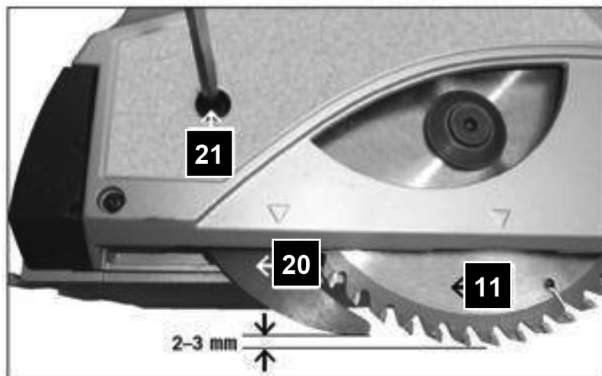

Рис. 8
При заглублении пильного диска (поз. 11, рис. 8) расклинитель (поз. 20, рис. 8) заглубляется вместе с ним. При максимальном заглублении пильного диска край расклинителя должен не доходить до края диска 2-3 мм (рис. 8). Для регулировки расклинителя необходимо:
- ослабить винт крепления расклинителя (поз. 21, рис. 8)
- зафиксировать расклинитель винтом (поз. 21, рис. 8)